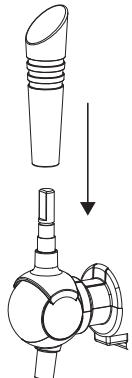

Abb.1
2. Befestigen Sie den Zapfhahngreif auf dem Zapfhahn. Achten Sie darauf, dass der Griff fest montiert ist (Abb. 1).